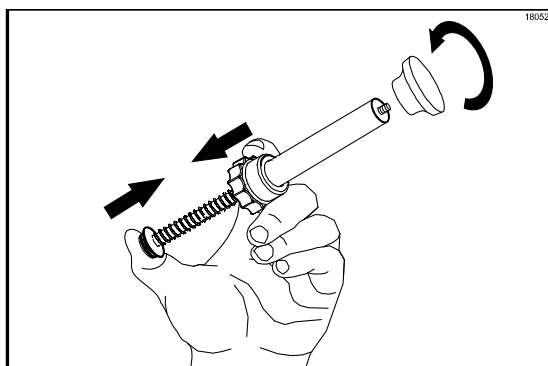

Figure 73
4. Pour retirer le bouton, comprimer le ressort en tenant l'écrou et appuyer sur l'extrémité du piston. Tourner le bouton dans le sens inverse des aiguilles d'une montre (Cf. Figure 73).